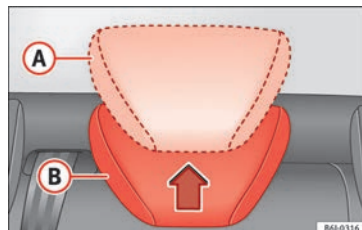

Fig. 49 Ajuste de los apoyacabezas posteriores.
- Posición elevada o de uso **(A)** »» **fig. 49**. En esta posición el apoyacabezas se comporta como un apoyacabezas convencional, protegiendo junto con el cinturón de seguridad al ocupante de las plazas posteriores.
- Posición de reposo, no uso **(B)** »» **fig. 49**. Esta posición facilita la visibilidad posterior al conductor.